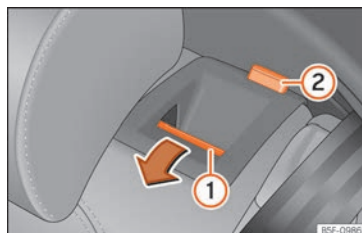

Abb. 134 Rücksitz: Rückenlehne vorklappen.
- Entriegelungstaste »» **Abb. 134** ① nach vorn ziehen und gleichzeitig die Rückenlehne umklappen. Die Rücksitzlehne ist entriegelt, wenn die rote Markierung des Tasters ② sichtbar ist.
Die Rücksitzlehne ist entriegelt, wenn die rote Markierung des Tasters »» **Abb. 134** ② sichtbar ist.